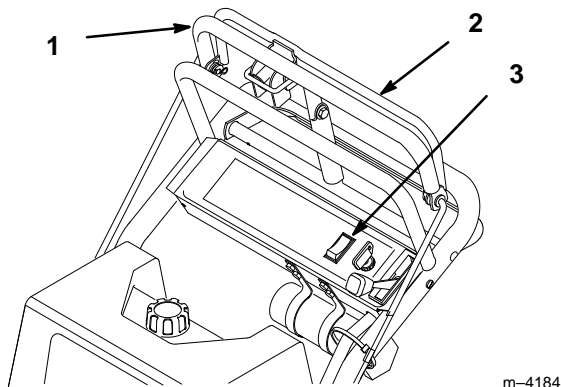

Abbildung 13
1. Am oberen Fahrtriebshebel ziehen, um die Maschine anzuhalten (Abb. 13).
3. Den Wippenschalter nach vorne auf ON (AN) stellen und loslassen. Während des Betriebs den Mähwerkbetätigungshebel gegen den oberen Fahrtriebshebel gedrückt halten.
1. Den Mähwerkbetätigungshebel loslassen, um das Mähwerk auszukuppeln (PTO) (Abb. 13).
2. Oder den Mähwerkbetätigungsschalter (PTO) auf OFF (AUS) stellen (Abb. 13).